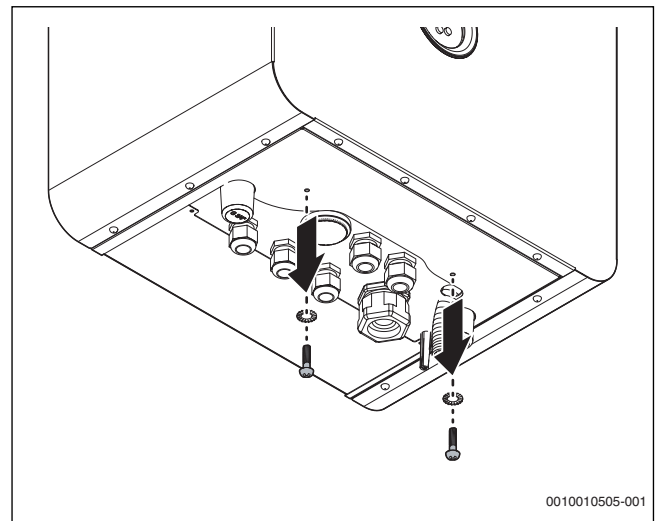
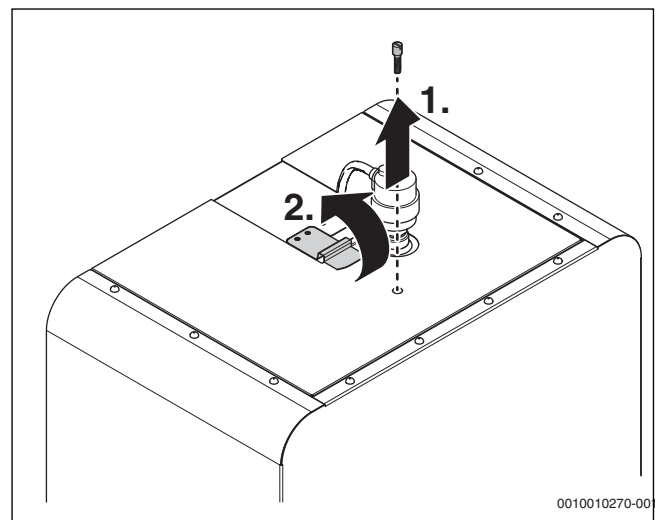

Bild 7 Schrauben lösen
Bild 8 Lösen der Rastfeder
- ▶ Zwei Schrauben im unteren Teil des Rahmens und eine Schraube im oberen Teil des Rahmens lösen (→ Bild 7 und Bild 8).
- ▶ Rastfeder im oberen Teil der Verkleidung lösen (→ Bild 8).